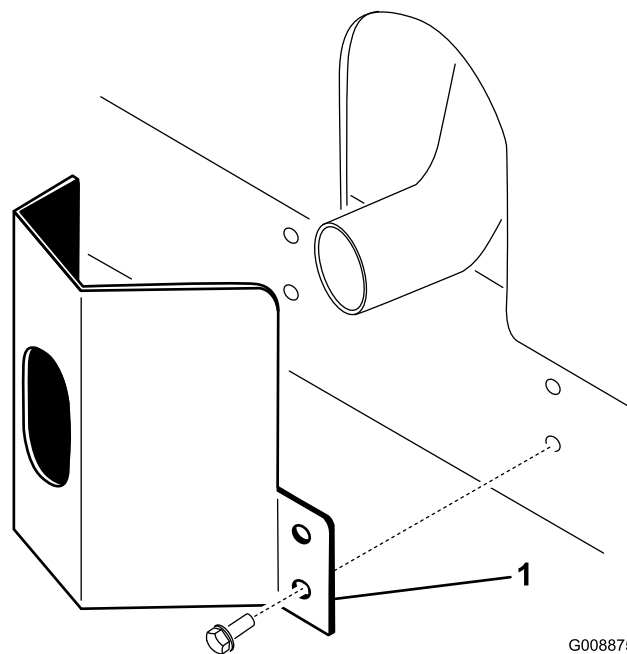

Figura 10
1. Coloque a cobertura do escape à volta da panela do escape, enquanto estiver a alinha os orifícios de montagem com os orifícios no chassis (Figura 10).
2. Prenda a cobertura do escape ao chassis utilizando 4 parafusos autoroscantes (Figura 10).